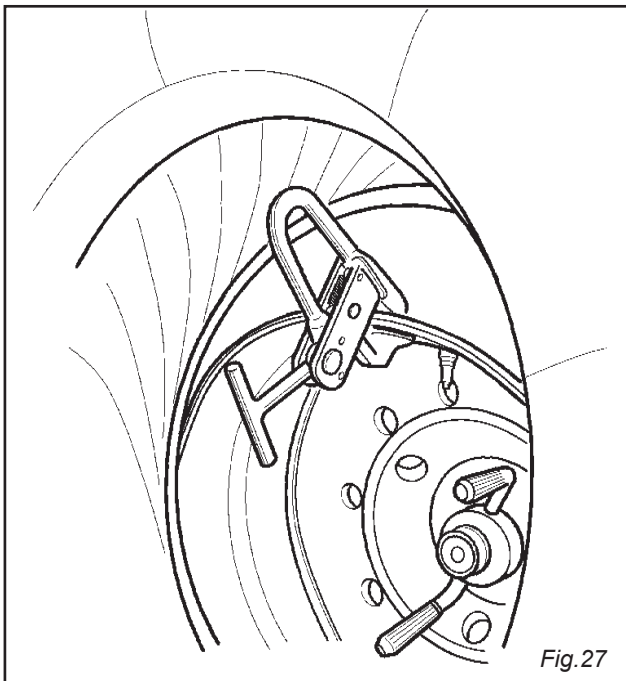

Fig. 27
- 5) Sollevare il cerchio con il pneumatico agganciato e ruotarlo in senso antiorario di 15-20 cm. Il pneumatico si posizionerà in modo obliquo rispetto al cerchio. (Fig. 27)
- 6) Abbassare il braccio porta utensili (17) in posizione di lavoro, sul fianco interno del pneumatico, fino a che si sarà agganciato con l'apposito cricchetto.
The tyre will position itself obliquely relating to the rim.(fig. 27)
- 5) Soulever la jante avec le pneu accroché et le tourner en sens antihoraire de 15-20 cm. Le pneu se positionnera obliquement par rapport à la jante. (fig.27)
- 6) Baisser le bras porte-outils (17) en position de travail, sur le flanc intérieur du pneu, jusqu'à ce qu'il se sera accroché au petit cric approprié.
- 5) Die Felge mit festgemachtem Reifen heben und links 15-20 cm. drehen lassen. Der Reifen wird sich in bezug auf die Felge schräg stellen (Abb. 27)
- 6) Werkzeugtragarm (19) in Arbeitsstellung an Reifeninnenseite herunterlassen, bis wann er mit der bezüglichen Sperrklinke festklemmt.